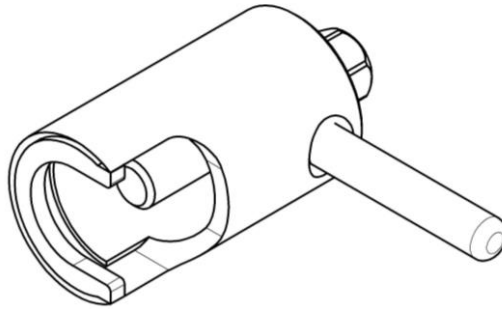

Рис. 3. Съёмник крыльчатки.
6. Снять крыльчатку при помощи специального съемника (Рис.3)